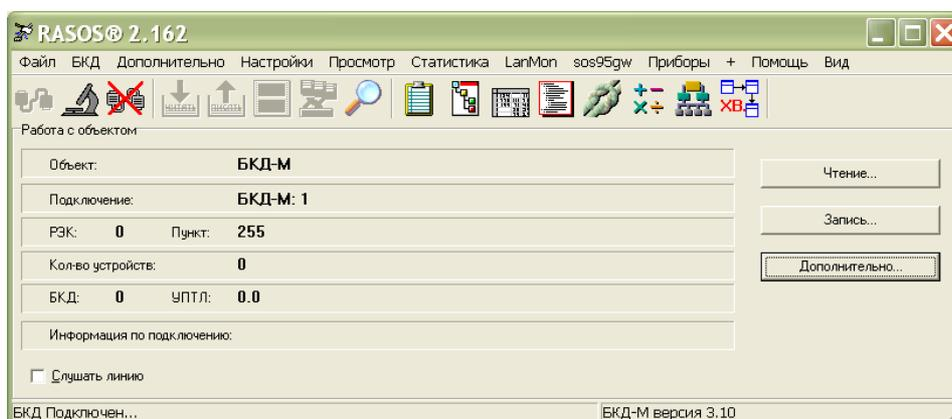

Рисунок 9 - Подключение к мастер-устройству
3) В программе RASOS произвести подключение к БКД-М (рисунок 9). Проверить наличие сообщения «БКД подключен».
- 2) Подключиться программой RASOS к БКД-М (рисунок 9).
- 4) Выполнить подключение к усилителю командой «БКД \ Подключение». Откроется окно, в котором будет указано «БКД-подключен» (рисунок 9).